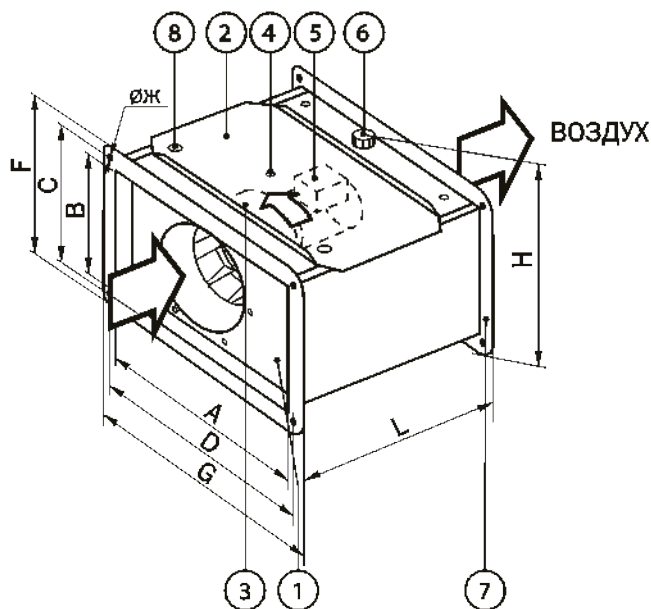

Рисунок 15. Определение правильности вращения рабочего колеса:
При пробном пуске необходимо убедиться в соответствии направления вращения рабочего колеса (3 на рис. 15) стрелке на шильдике корпуса вентилятора. Изменение направления производится путем переключения фаз. При отсутствии визуального контроля вращения рабочего колеса правильное направление потока определяется по выдуванию полоски бумаги из отверстия (4) при снятой заглушке (если полоска втягивается внутрь – направление вращения колеса неверное).